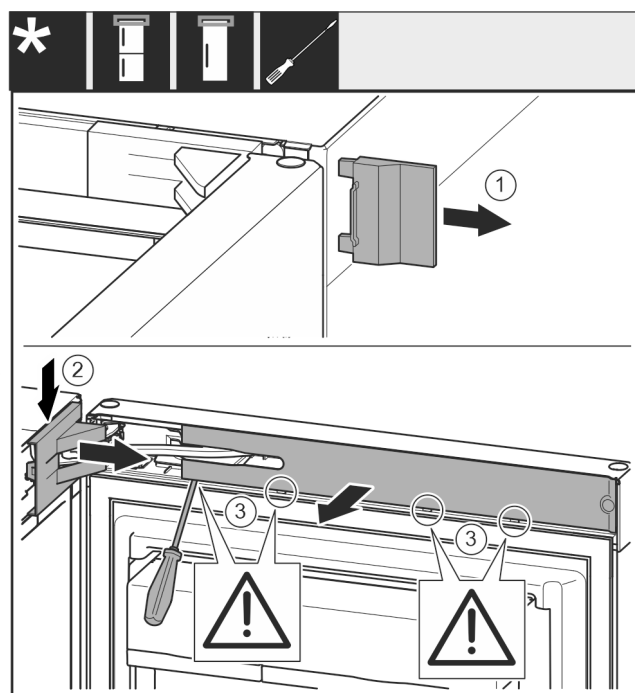

Fig. 8
- Odoberte kryt Fig. 8 (1).
- Odstiňte a uvoľnite kryt ložiskovej konzoly Fig. 8 (2).
- Odoberte kryt ložiskovej konzoly Fig. 8 (2).
- Odstiňte kryt Fig. 8 (3) plochým skrutkovačom a odklopte ho do strany.